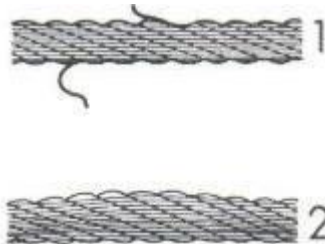

Рисунок 4. Проверка троса: (1)– использовать трос запрещено; (2) – трос готов к использованию.
- Периодически проверяйте состояние стального троса (рисунок 4).